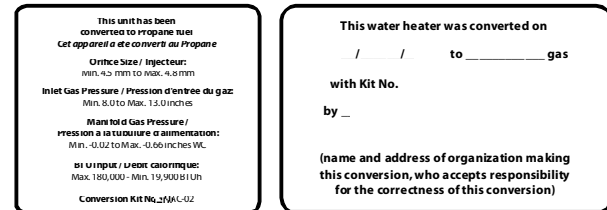

Figure 11. Emplacement des étiquettes de conversion du gaz
12. Une fois les valeurs de CO₂ ou de correction confirmées, appliquez les étiquettes de conversion incluses afin d'indiquer que l'appareil a été converti au gaz propane. Placez ces étiquettes à côté de la plaque signalétique, comme indiqué à la figure 11.